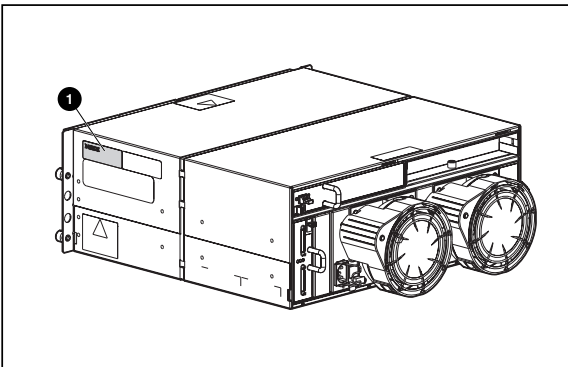

図 12: 交換シャーシのシリアル番号ラベルの位置
1. 作業が完了したら、元のシャーシに記載されているシリアル番号を、交換したシャーシの図 12 に示されている場所にあるラベルに書きます ❶。